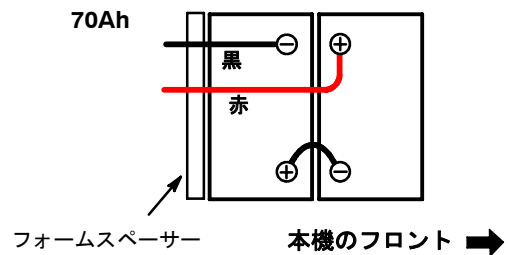

図 1
2. 図に示すように、バッテリーを慎重にバッテリー室に据え付けてください(図 1)。
3. 図のように、バッテリーケーブルを接続してください(図 1)。